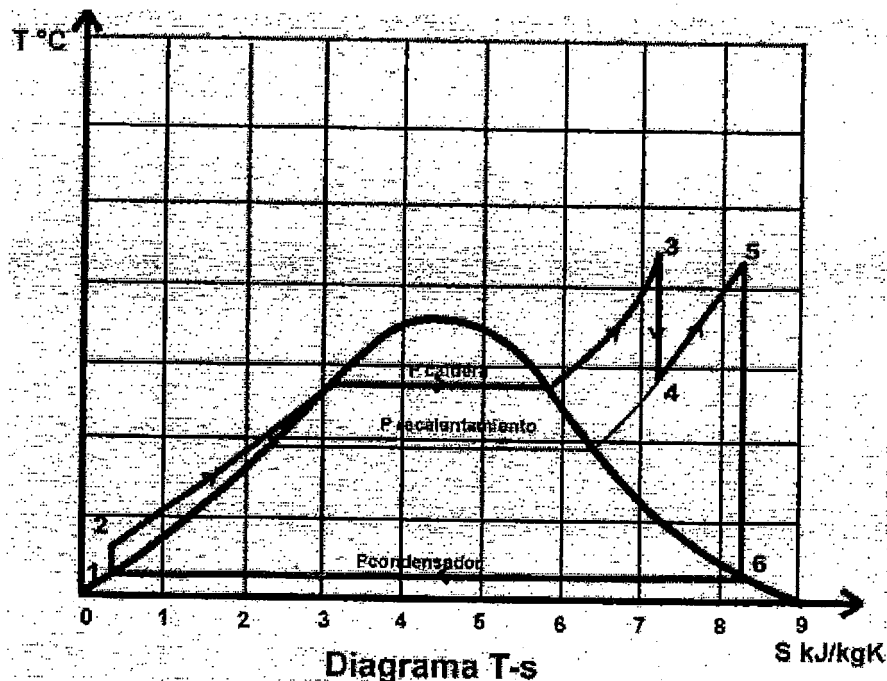

Fig. 12.8
En este ciclo es lograr dos expansiones en la turbina, (ver Fig. 12.8) llamadas turbina de alta y turbina de baja, para ello se expande el vapor sobrecalentado en la turbina de alta (TA) hasta una presión de recalentamiento que suele tomarse aproximadamente en forma práctica como la $(P_{RECALENT.} = P_{CALDERA}/4)$, este vapor a la salida de turbina de alta se vuelve a recalentar en la caldera hasta alcanzar nuevamente la temperatura de sobrecalentado en condiciones ideales, para luego expandirse finalmente en la turbina de baja (TB), obteniéndose de esta forma un trabajo total en la turbina que es la suma de la turbina de alta más la de baja, y logrando de esta manera una mejora del rendimiento térmico.